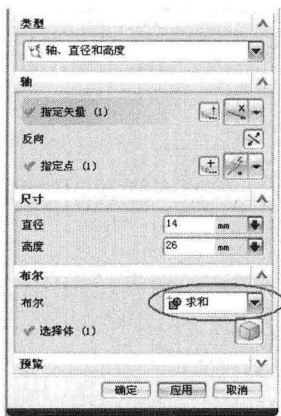
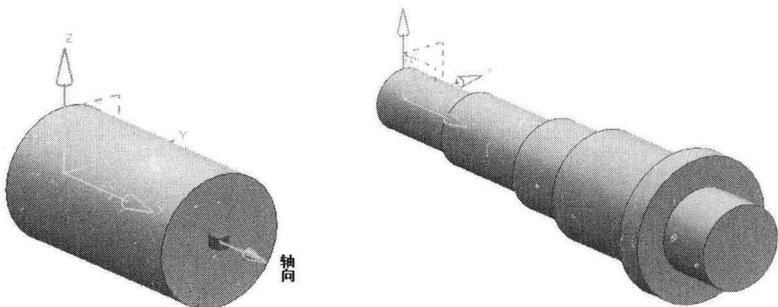

图1-15 “圆柱”对话框设置
图1-16 “圆柱”图形
③ 布尔运算内选择求和。如图 1-15 所示，新生成的轴和第一段轴将是一个整体，否则是单独的两段，后面还要再做求和。
④ 单击“应用”按钮，生成圆柱体。
⑤ 重复上述建立圆柱的步骤，生成轴的其他部分。最后得到的图形如图 1-16 所示。